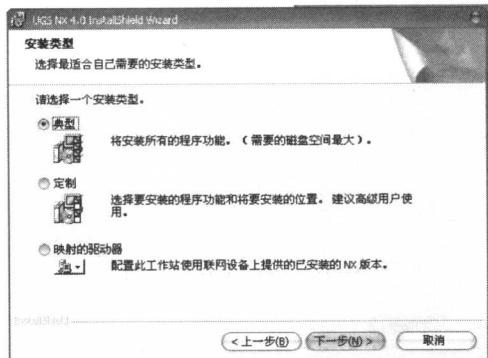

图 1-12 选择安装方式
(12) 然后打开安装方式对话框，如图 1-12 所示，选择【典型】安装方式，单击【下